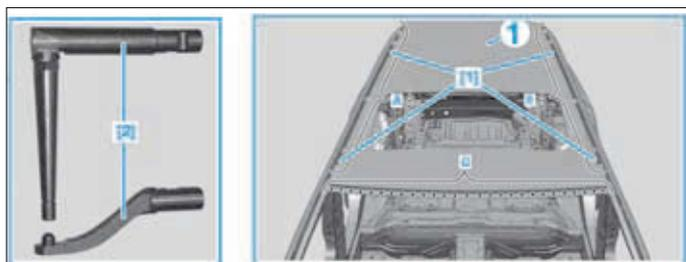

FIG. 139
- Poser le pavillon (1), l'ajuster avec des pièces intercalaires [1] et la fixer avec des agrafes à visser et des pinces de serrage (Fig.139) et (Fig.140).